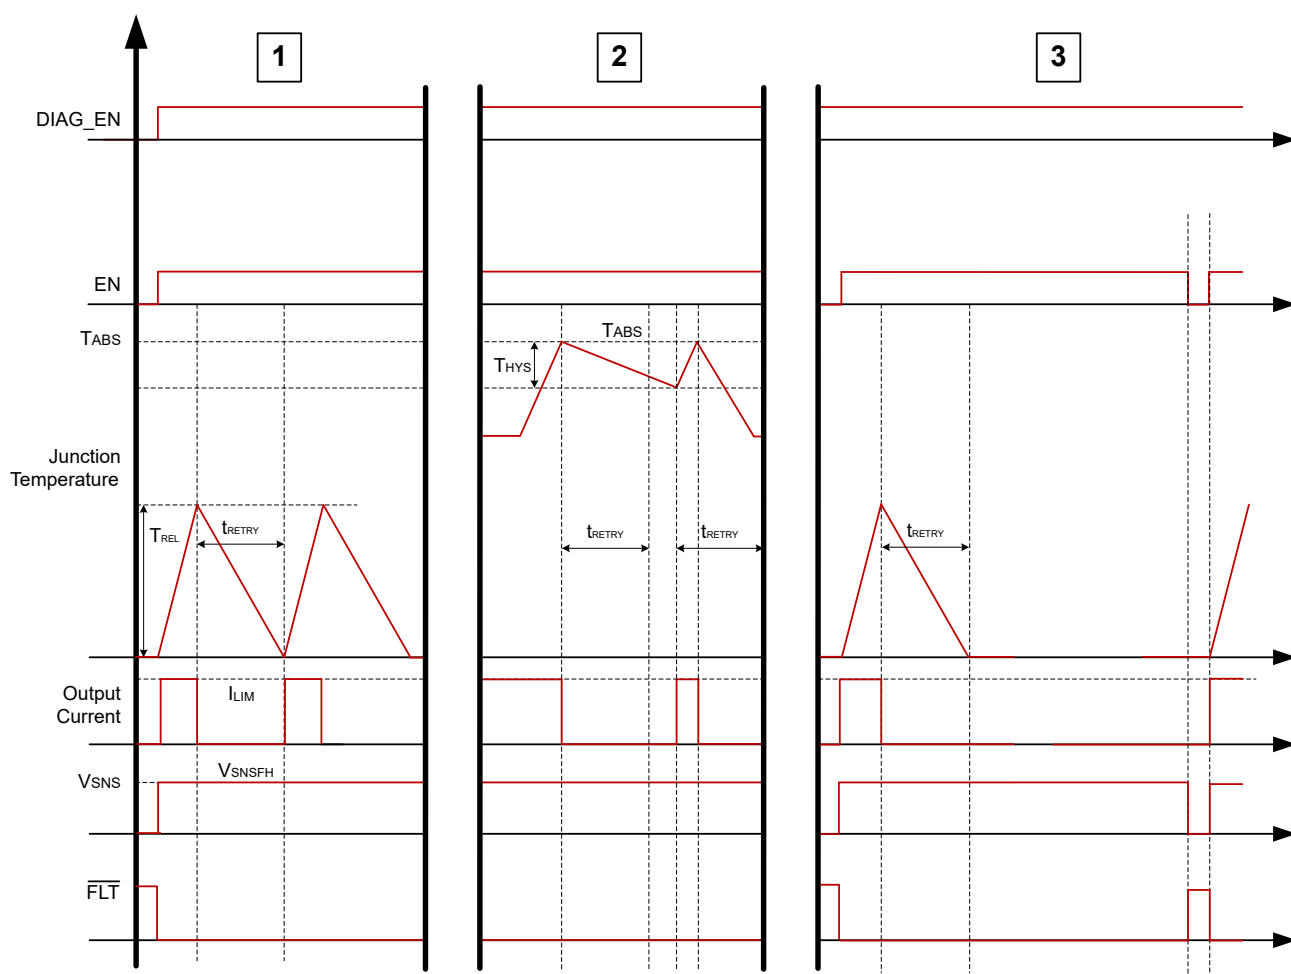

图 7-14. 热行为
热保护行为可分为三类可能发生的事件。图 7-14 展示了每个类别。
1. **相对热关断**：启用该器件以进入过流事件。输出电流升高至高达  $I_{LIM}$  电平， $\overline{FLT}$  变为低电平。随着这一大量电流流过，FET 的结温相对于控制器温度迅速升高。当功率 FET 温度升高的  $T_{REL}$  量超过控制器结温  $\Delta T = T_{FET} - T_{CON} > T_{REL}$  时，器件关断。对于自动重试版本，在  $t_{RETRY}$  之后，部件会尝试重新启动。锁存版本需要切换 EN 才能重新启用通道。在故障条件消失前， $\overline{FLT}$  引脚保持置位。图 7-14 中的第一幅图显示了自动重试版本的相对热关断行为。
2. **绝对热关断**：器件在过流事件中仍处于启用状态。然而，在这种情况下，结温升高并达到绝对参考温度  $T_{ABS}$ ，然后关断。对于自动重试版本，直到  $T_J < T_{ABS} - T_{hys}$  且  $t_{RETRY}$  计时器到期，器件才会恢复。对于锁存版本，需要切换 EN 才能重新启用通道。图 7-14 中的第二幅图显示了自动重试版本的绝对热关断行为。
3. **闩锁行为**：启用该器件以进入过流事件。DIAG\_EN 引脚处于高电平，以便可以在 SNS 和 FLT 上监控诊断。对于器件的闩锁版本，如果器件由于热故障而关断（相对热关断或绝对热关断），则在切换 EN 引脚之前，器件不会启用通道。图 7-14 中的第三幅图显示了 LATCH 引脚为高电平时采用 LATCH 引脚的各种型号的相对热关断行为。